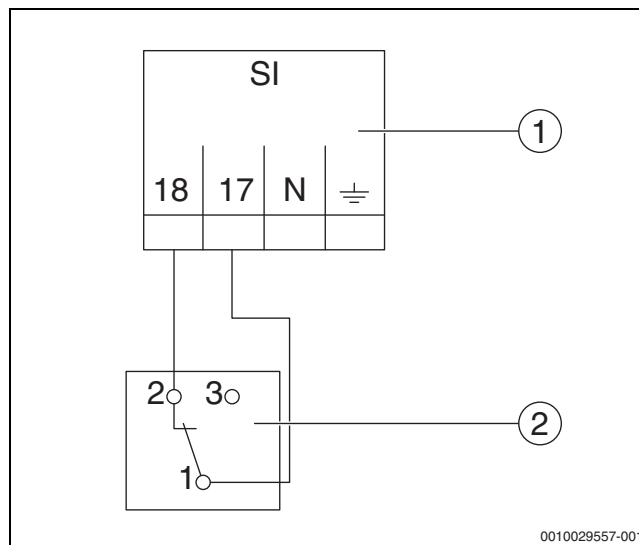

Bild 5 Externe Sicherheitseinrichtung anschließen
- ▶ Drähte nach Bild 5 und Anschlussplan anschließen.